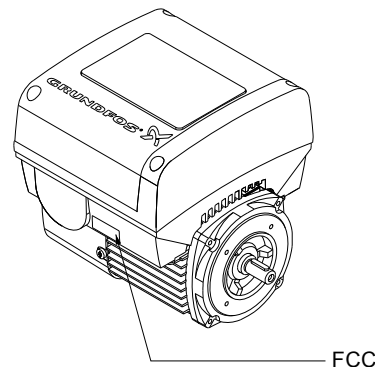

Рис. 63 Положение бирки FCC
8. Подключите экран кабеля к заземлению при помощи зажимов (рис. 63, поз. А).
11. Если модуль СИМ поставляется с биркой FCC, то поместите ее на клеммную коробку. См. рис. 63.